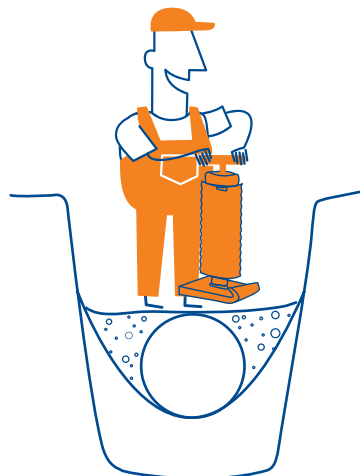

Figura 4
5. Para el relleno superior es posible utilizar el material de la excavación realizando la compactación en capas de entre 10 a 15 cm. Esta compactación puede realizarse con el saltarín (figura 4).